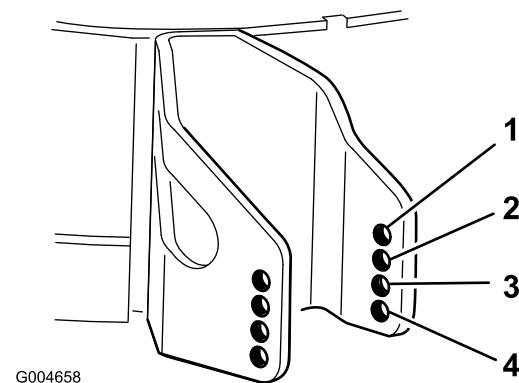

Figure 19
4. Choisissez le trou qui convient pour que le galet anti-scalp se trouve le plus près possible de la hauteur de coupe correspondante voulue (Figure 19).